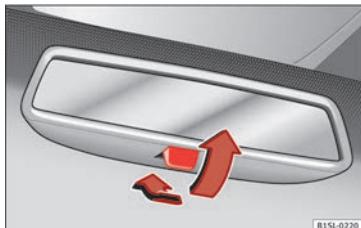

Fig. 116 Retrovisor antideslumbrante manual.
- Para oscurecer el retrovisor, tire de la palanca hacia atrás » **fig. 116**.